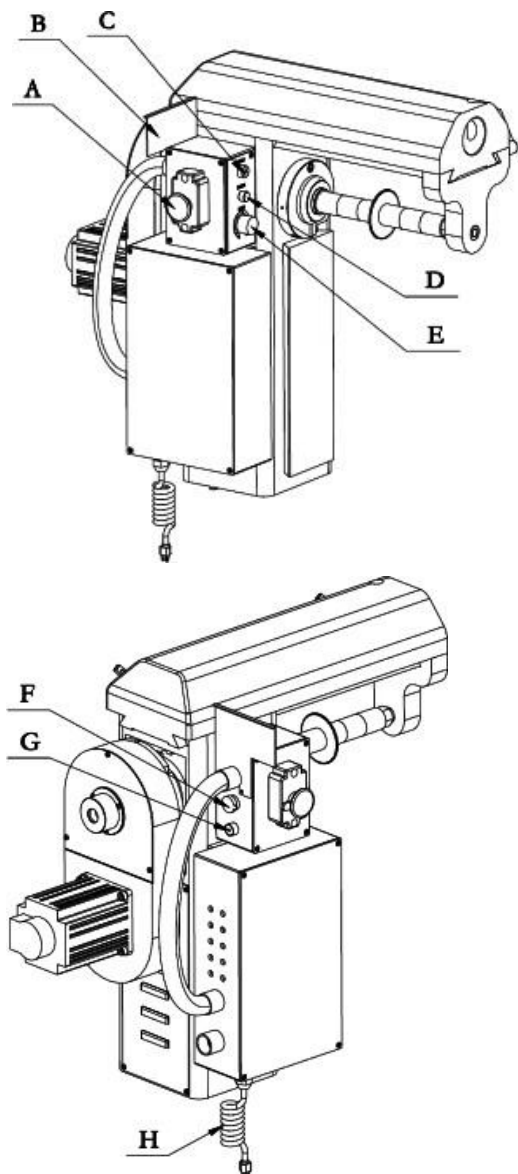

Рис.2
Откройте крышку аварийного выключателя (А, Рис.2) и нажмите на зеленую кнопку.
Для начала работы станка СЛЕГКА поверните рукоятку изменения частоты вращения (Е, Рис.2) по часовой стрелке. Будет слышан щелчок включения питания двигателя, однако шпиндель не будет вращаться до тех пор, пока рукоятка (Е, Рис.2) не будет повернута по часовой стрелке еще немного. Частота вращения будет увеличиваться поворотом рукоятки прогрессивно. Станок должен проработать 5 минут, за время которых частоту вращения шпинделя надо повысить до максимального значения. Проработав 2 минуты в таком режиме надо остановить станок и отключить питание. В случае перегрузки двигателя, происходит его отключение, при этом загорается индикатор перегрузки желтого цвета (С, Рис.2).
- 3) повернуть рукоятку (Е, Рис.2) влево, до щелчка (упора)